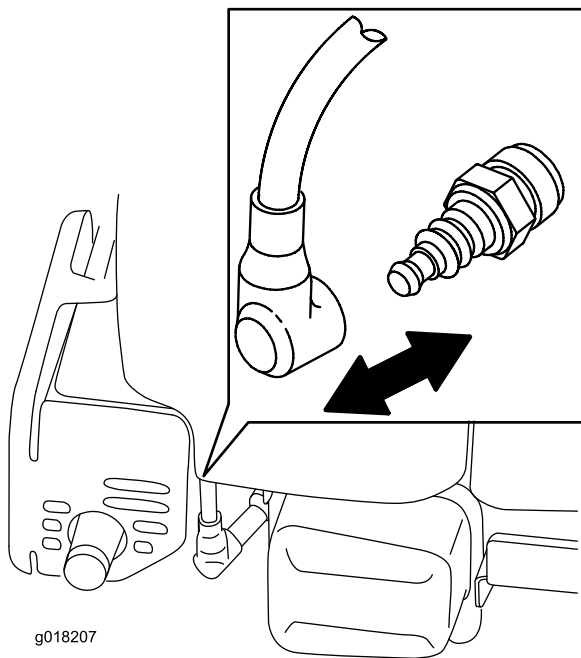

Figura 22
2. Deconectai cablul de la bujie (Figura 22) înainte de a efectua orice proceduri de întreținere.